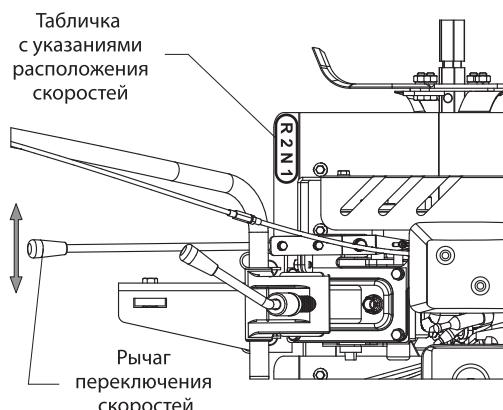

Рис. 18
4. Выберите нужную передачу (рис. 18).